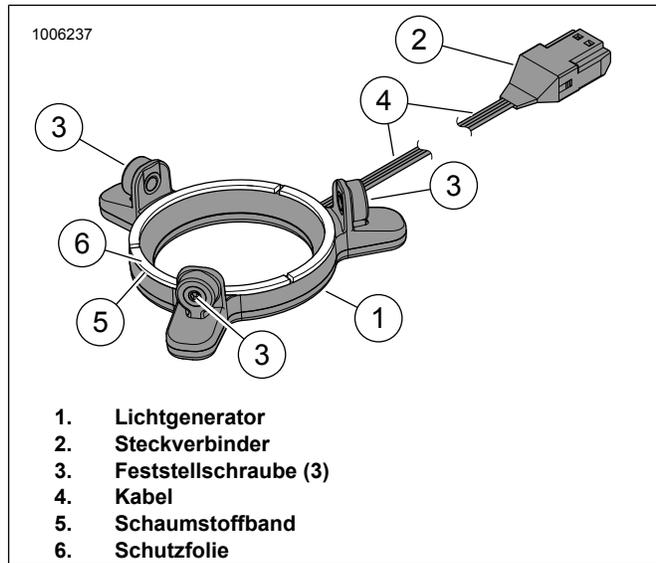

Abbildung 14. LED-Beleuchtung, Runde Stage II-Lautsprecher
6. Siehe Abbildung 14. Die Schutzfolie (6) vom Schaumstoffkleband (5) auf der Rückseite des Lichtgenerators (1) abziehen.